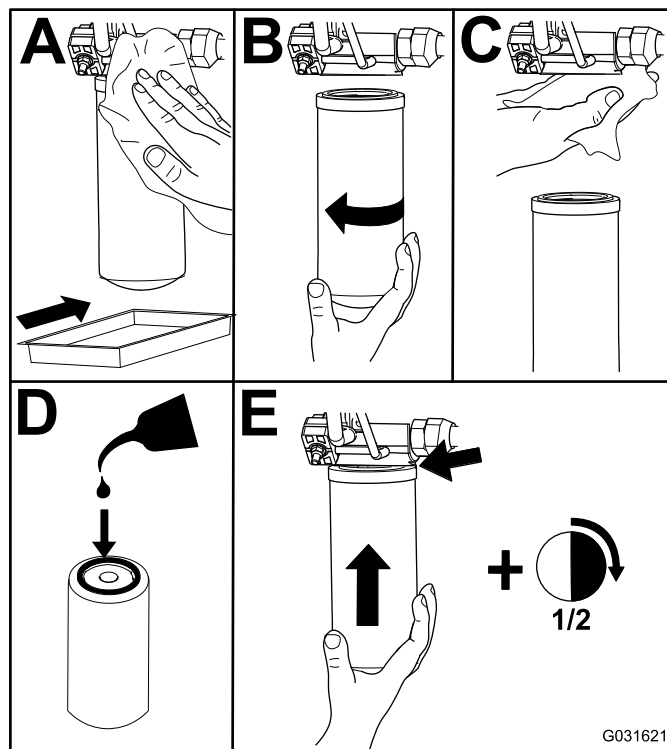

Figure 70
2. Remplacez le filtre hydraulique de charge au niveau du compartiment de levage hydraulique, comme montré à la Figure 70.
4. Reposez le filtre de retour sur le côté droit de la machine (Figure 70).